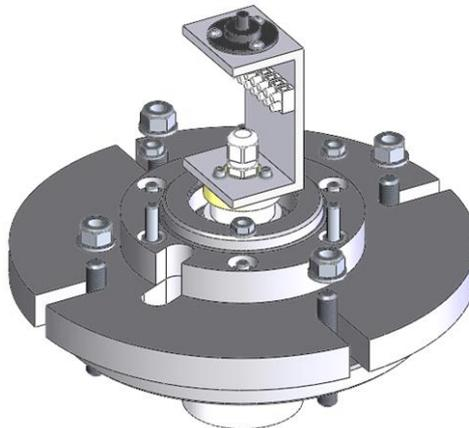

Figura 30. Sottoinsieme giunto rotante installato
- Montare il sottoinsieme del giunto rotante sull'adattatore filettato in ottone e stringere. Fissare la piastra di montaggio al mescolatore e l'alloggiamento dei cuscinetti alla piastra di montaggio utilizzando i dadi forniti (Figura 30).